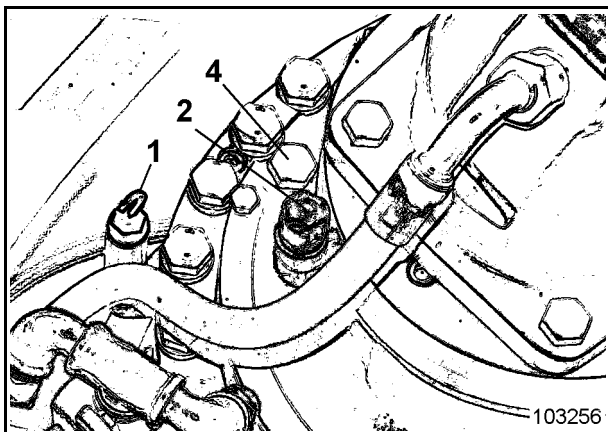

Fig. 3-110:
- Desenroscar el tornillo de cierre (4, Fig. 3-110:) y echar el aceite nuevo por la abertura.
- Controlar el nivel del aceite en la varilla indicadora (1, Fig. 3-110:).
- Enroscar de nuevo el tornillo de cierre (4).